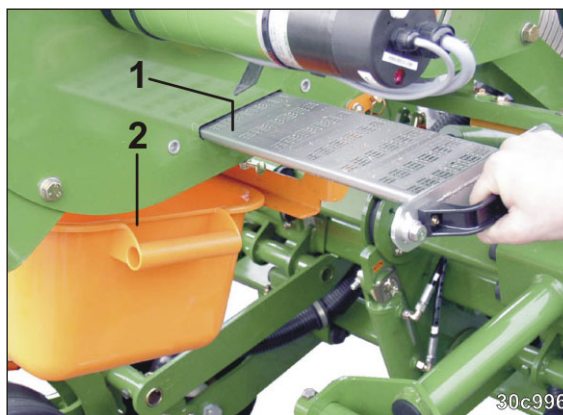

Fig. 244
6. Træk langsomt sispjældet (Fig. 244/1) ud af huset.
→ Såsæden falder ned i opsamlingskarret (Fig. 244/2).